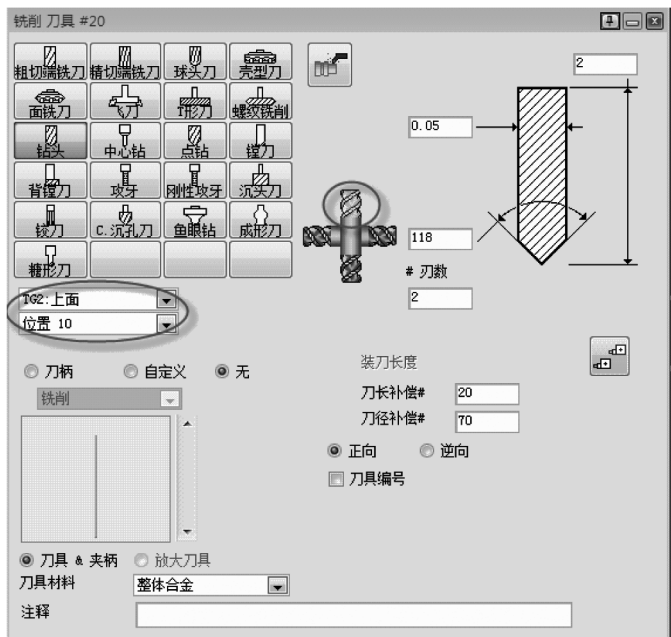

图 5-39 铣削刀具#20
22) 创建铣削刀具#20，如图 5-39 所示。注意：此刀具属于 TG2。